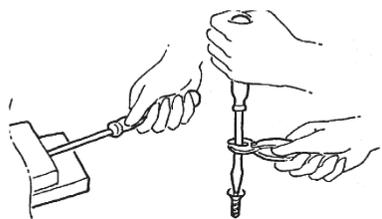

图 1-2-10 改锥的错误使用
④ 如图 1-2-10 所示。即使螺钉很紧不能松开,也不要击打改锥。使用带六角接头的改锥并用扳手旋转它,或使用专门设计的击打改锥,能够更容易地松开螺钉。